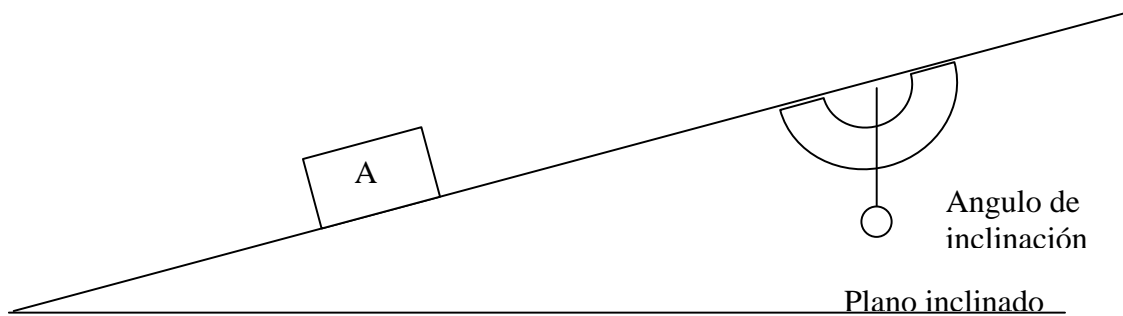

Figura 3
1. Montar el sistema mostrado en la figura 3.